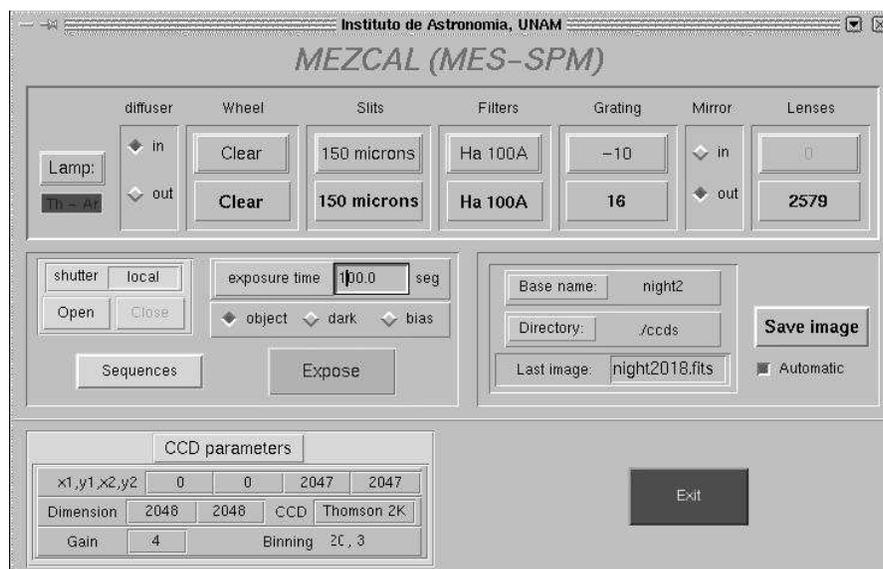
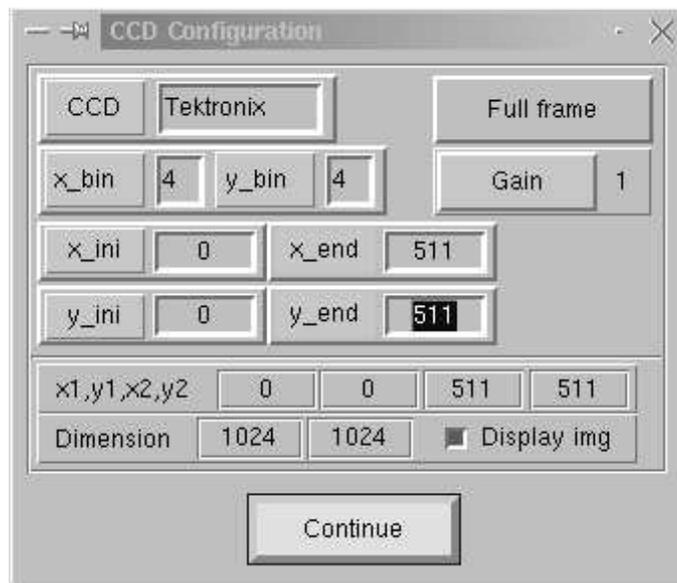
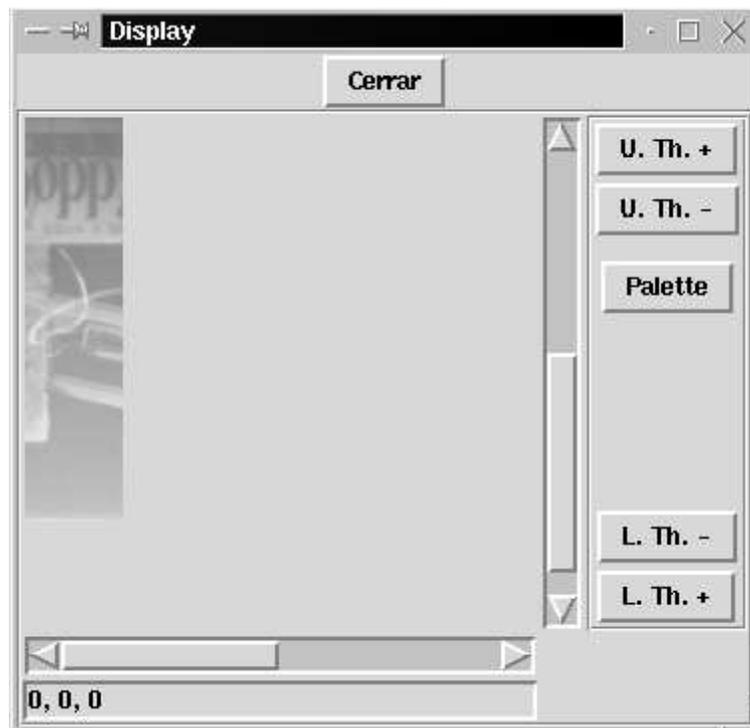

Figura 2. Ventana principal de trabajo
Figura 11
Figura 16
La figura 2 muestra la ventana principal de la interfaz de usuario. En ella se muestran básicamente 4 secciones.
si el tiempo es menor que 5 segundos la leyenda se desvanecerá indicando que el botón está inactivo. Así, si el tiempo es superior a 5 segundos, será posible cancelar una exposición; en este caso, la imagen será leída de todas maneras, aunque, en este caso, no se tendrá una medida precisa del tiempo neto de integración. También, si el tiempo de integración es mayor que 5 segundos, aparecerá una pequeña ventana con una barra de avance indicando el porcentaje del tiempo transcurrido. Al concluir la lectura de la imagen del CCD, ésta se desplegará como se describe más adelante, si en la ventana correspondiente (figura 11) se activó el botón "Display img".
- 4) En la sección inferior izquierda se muestran los parámetros del CCD, junto con un botón identificado como "CCD Parameters". Al oprimir este botón se desplegará la ventana de la figura 11, en la que se podrá seleccionar tanto el CCD en operación,
En este punto, también será posible salir del programa con el botón "Exit". Si se selecciona "Continue", el programa presentará la ventana de la figura 11, que es donde el usuario define los parámetros del CCD. Al oprimir "Continue", el programa desplegará la ventana principal de trabajo, mostrada ya en la figura 2.
Al concluir una exposición, si en la ventana de la figura 11 se activó el botón "Display img", la imagen se desplegará en una ventana como la mostrada en la figura 16. Esta ventana permite visualizar de manera muy cruda la imagen, pero es muy útil para tener una idea cualitativa de la imagen obtenida. Si se desea ver la imagen con más detalle, se sugiere salvarla y visualizarla con algún paquete como el Saotng.
De todas maneras, la ventana de la figura 16 cuenta con cuatro botones, identificados como "U. Th. +", "U. Th.-", "L. Th+" y "L. Th-", los cuales permiten incrementar y decrementar los umbrales superior e inferior, respectivamente, que definen el máximo y el mínimo para la escala de despliegue. Estos umbrales están referidos en términos de la desviación estándar (σ) con respecto a la media de la imagen. Por defecto, el umbral superior se fija en 2 veces σ arriba de la media y el umbral inferior 3 veces σ abajo de la media. Al oprimir uno de los botones, el umbral correspondiente ("U. Th. +" y "U. Th.-" para el umbral superior y "L. Th+" y "L. Th-" para el inferior) se incrementará o se disminuirá, según el caso, en 0.2 veces σ . Nótese que al oprimir "L. Th+" el tamaño del